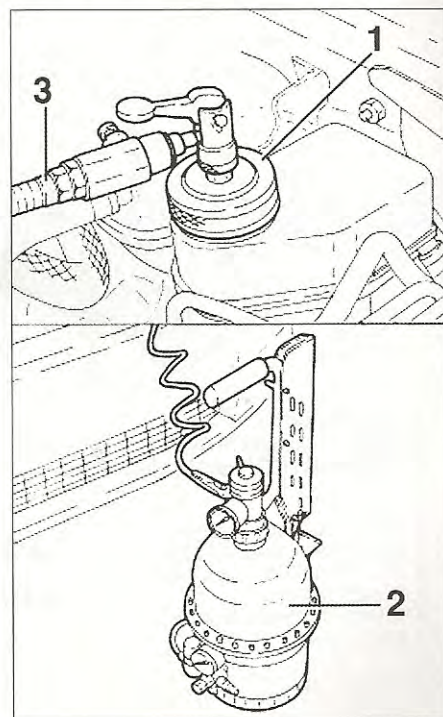

fig. 7
- Retirar el tapón del depósito de compensación de los frenos y atornillar el adaptador (1) del aparato (2) en su lugar (fig. 7).
- Conectar la tubería (3) de presión del aparato de purga (2) en el adaptador.